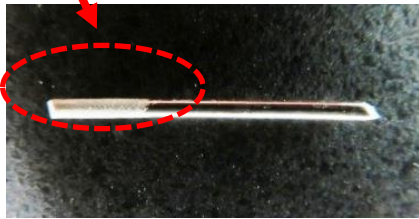

図 9 電極棒
- ③ ソケット内側の穴から電極棒を銀塩化銀が塗られていない側から挿入します。(図9,10)